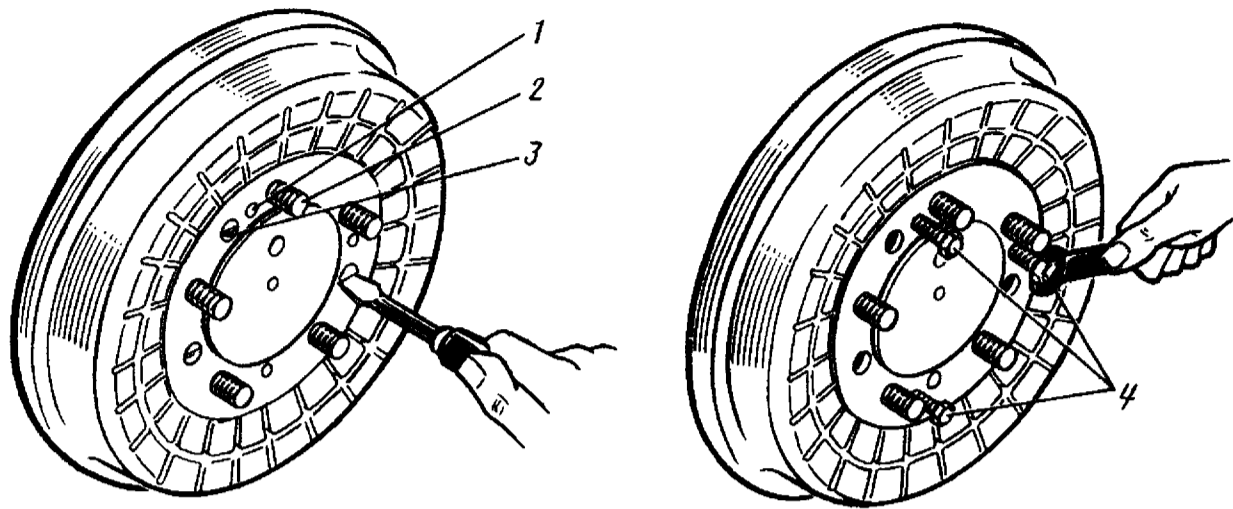

Рис. 178. Снятие тормозного барабана с полуоси:
5. Выверните три винта 3 (рис. 178, а) и снимите барабан с фланца полуоси. Если барабан сидит туго, то вверните в резьбовые отверстия три болта (М8) 4 (рис. 178, б) и, поочередно вращая их, снимите бара-бан.